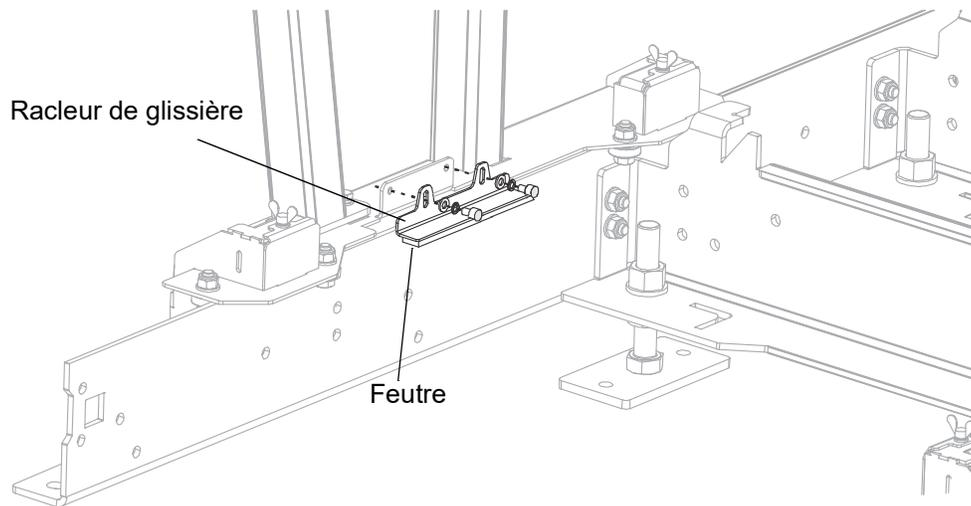

FIG. 3-13
6. Réglez le racleur de sorte que le feutre touche la surface du rail et que la tête de coupe se déplace librement sur le banc. Voir Figure 3-13.